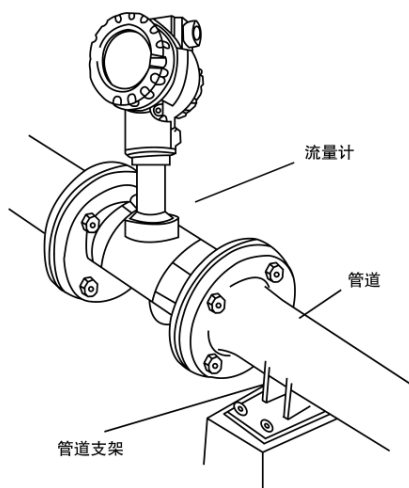

图5安装管道支撑方法
- 5) 外部振动对涡街流量计的影响应该作为涡街流量计现场安装的一个突出问题来关注。首先在选择传感器安装场所时尽量注意避开振动源。其次采用弹性软管连接，在小口径中可以考虑。第三，加装管道支撑物是有效的减振方法，一种管道支撑方法如图5所示。